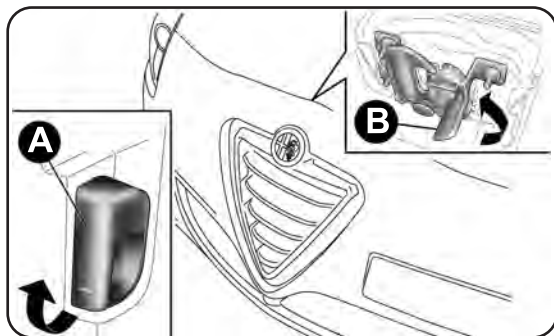

fig. 77
- tira la leva A-fig. 77 nel senso indicato dalla freccia;